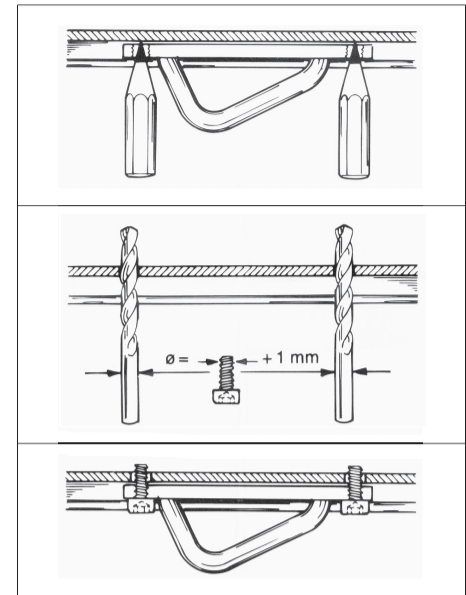

Fig. 3
9. Montera bomtravaren permanent. Se fig. 3.
9. Secure the boom-slider in its permanent position. See fig. 3.
9. Wenn alles klar ist, wird der Baumbeschlag endgültig montiert. Siehe Abb. 3.